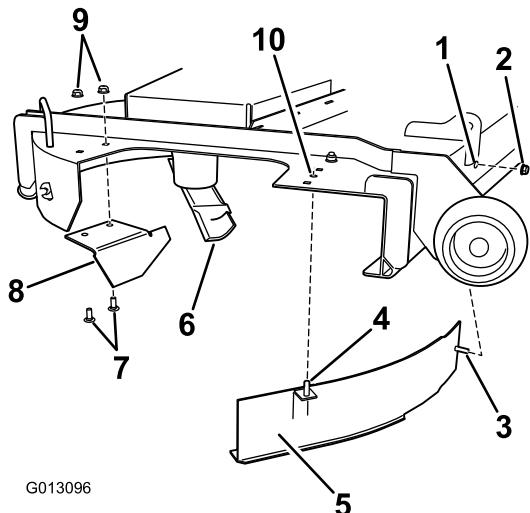

Figure 9
3. Trouvez et montez le déflecteur d'ouverture incliné sur le tablier en utilisant les trous arrière (Figure 9).
4. Montez le déflecteur courbe sur le tablier (Figure 9).